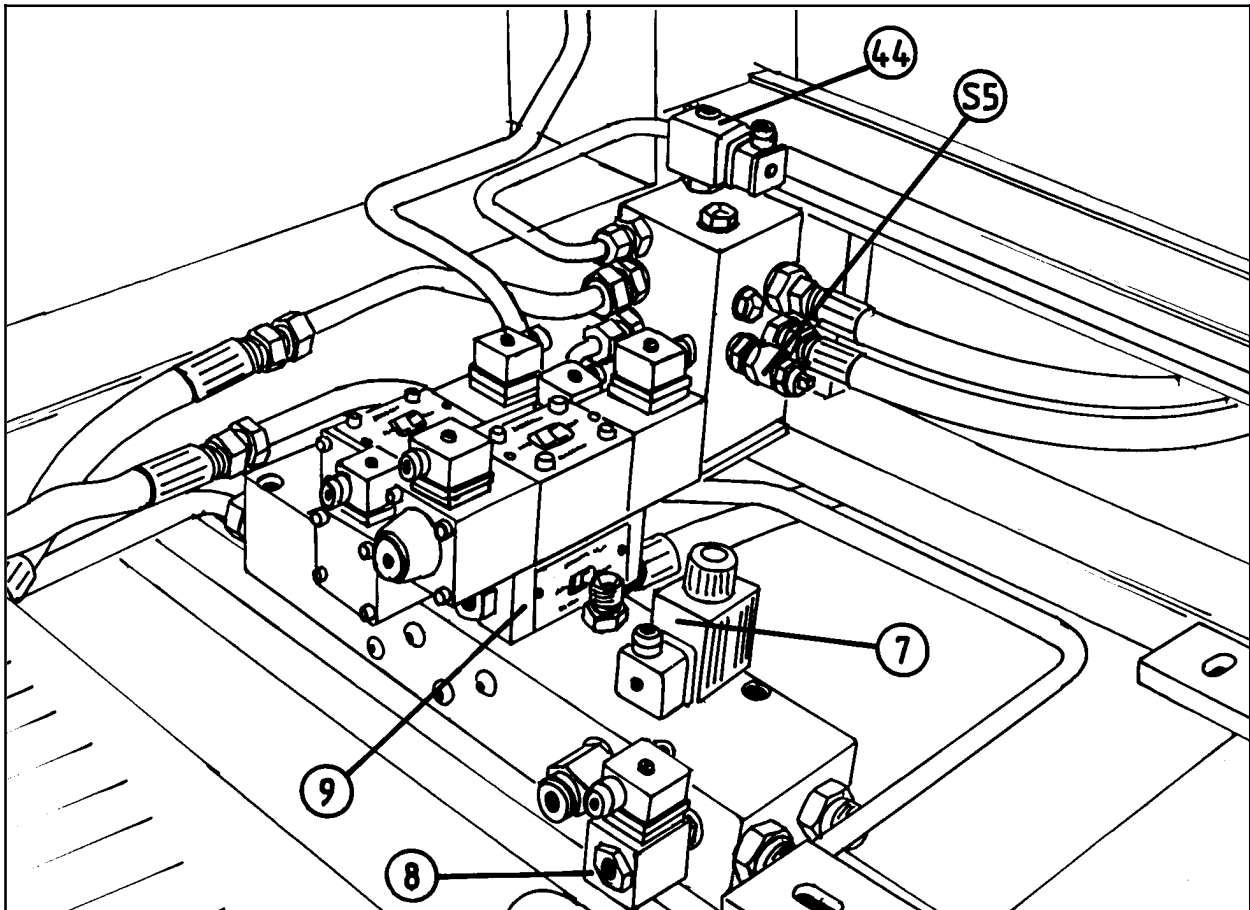
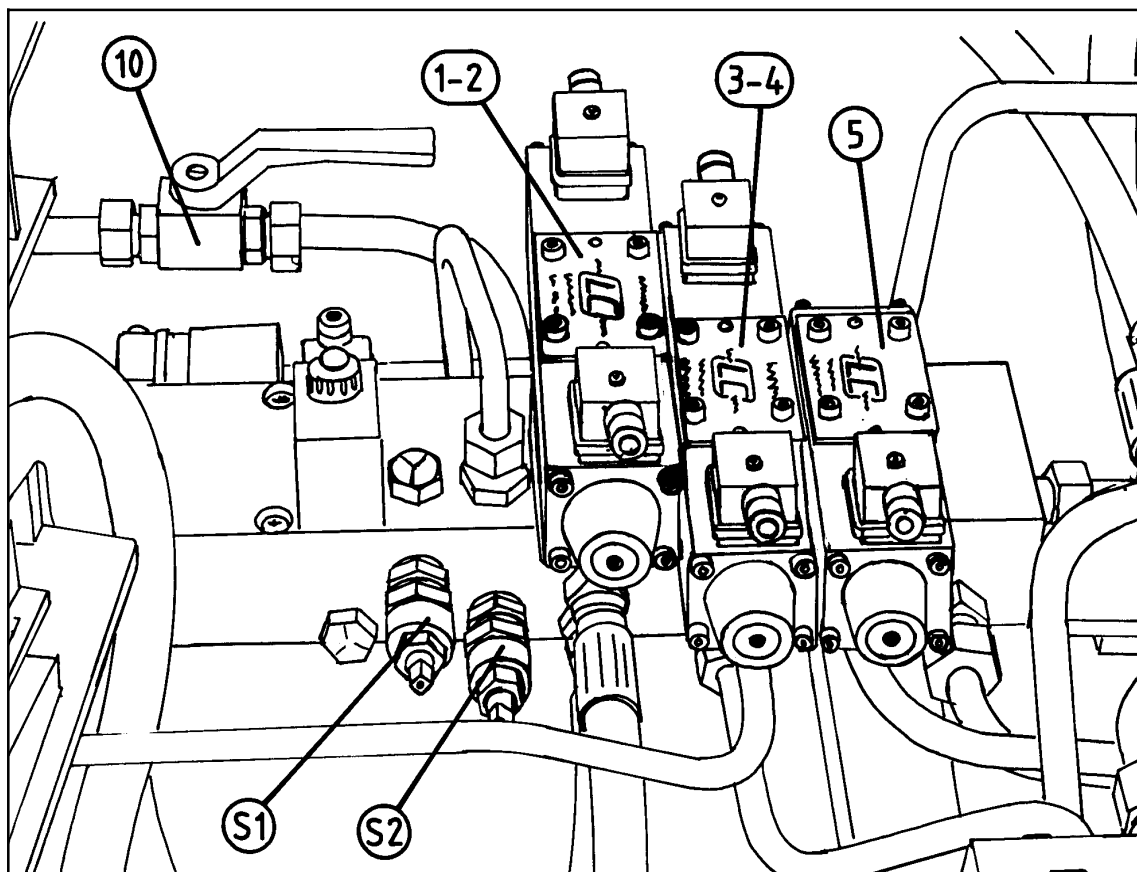

Fig. 14-1
Fig. 14-2
De fleste traktorer har en oljepumpe som gir en fast oljemengde pr. omdreining. Da må kuleventilen, (pos. 10, fig.14-2), stå i åpen posisjon. (Se kapittel 4.7). Hvis ingen annen funksjon er aktivert, strømmer oljen fra traktoren, igjennom maskinens ventilblokk og tilbake til tank. Så snart en av funksjonsknappene på styreboksen blir betjent vil **OMLØPSVENTILEN**, (pos. 7, fig.14-1), lukke oljekretsløpet og samtidig åpnes ventilen for den aktuelle funksjonen.
For traktorer med variabel oljepumpe, som John Deere, må kuleventilen lukkes. (Pos. 10, fig.14-2). Da kan oljen bare komme inn i hovedventilblokka ved at en av funksjonene blir betjent.
"John Deere"-ventilen, (pos. 8, fig.14-1), slipper olja inn i blokka, og samtidig åpnes ventilen for den aktuelle funksjonen.
**OMLØPSVENTILEN**, (pos. 7), vil alltid stenge og "John Deere" ventilen, (pos. 8), åpner seg automatisk, uansett hvilken funksjon som blir betjent.
For å hindre at trykket på kniven minker, slik at den ikke holder plastfolien tilstrekkelig lenge, sitter det en pilotstyrt tilbakeslagsventil, (pos. 9, fig.14-1), under magnetventilen på hovedblokka. (Pos.1-2, fig.14-2).
- 14.3** Hydraulikkanlegget er utstyrt med en sikkerhetsventil, (S1), som er innstilt på 185 bar. Den åpner for gjennomstrømming til retursiden hvis det innstilte trykket overskrides. Denne ventilen sitter på ventilblokka. Se fig.14-2.
På 1/2 fart åpner magnetventilen, (pos. 5, fig 14-2), for olje til sveivarmen, men den går gjennom en dyse som begrenser mengden.
### 16.2 Gjelder bare magnetventilene til hovedfunksjonene. (Pos. 1-5, fig. 14-2).